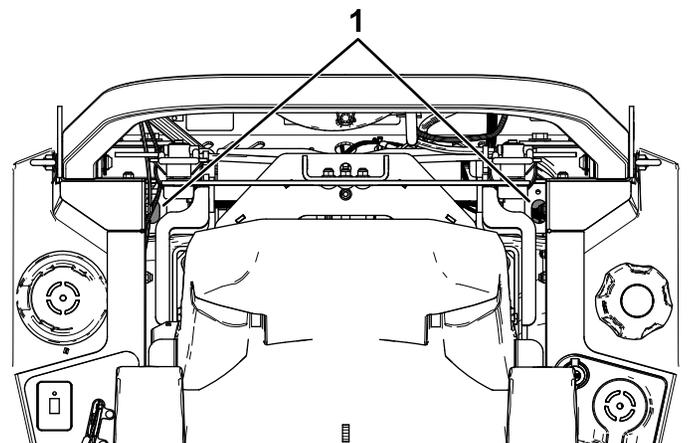

Bild 69
4. Verwenden Sie eine Verlängerung und einen 7/16-Zoll-Steckschlüssel, um die Entlüftungsschraube von der Oberseite der Maschine durch die Löcher in der Nähe der Überrollbügelhalterungen zu erreichen (Bild 69).